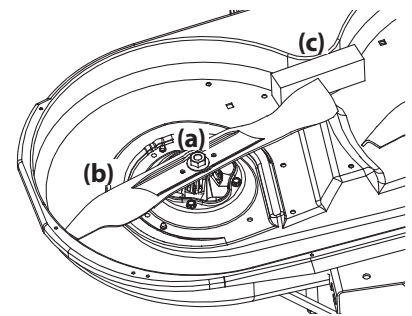

Figura 57
2. Use una llave de 15/16" para sostener la tuerca hexagonal en la parte superior del conjunto del husillo cuando afloje la tuerca hexagonal (a) que fija la cuchilla (b). Se puede colocar un bloque de madera (c) entre el alojamiento de la plataforma y el borde de corte de la cuchilla (b) para ayudar a aflojar la tuerca hexagonal (a) que fija la cuchilla. Consulte la Figura 57.